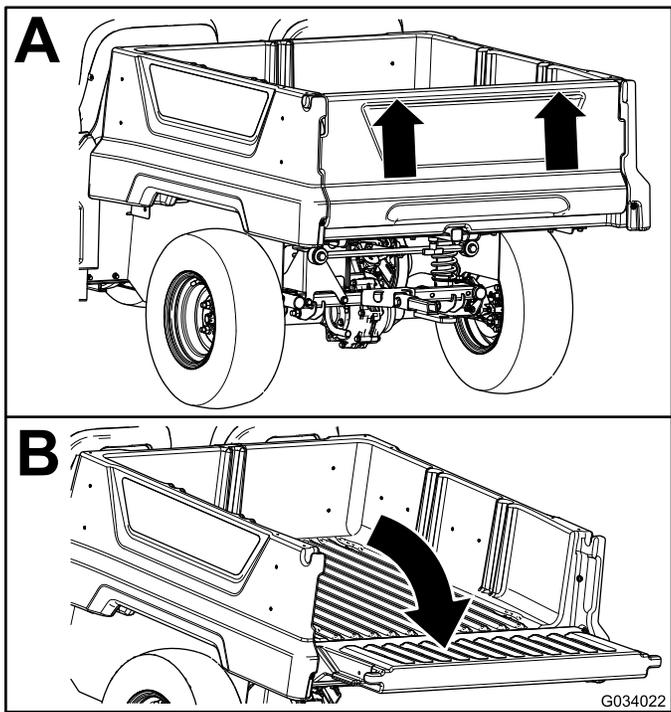

図 17
2. 両手でテールゲート上部の峰の部分をつかんでテールゲートを持ち上げる 図 17。
3. 荷台と面一になるまで、テールゲートを下げる 図 17。